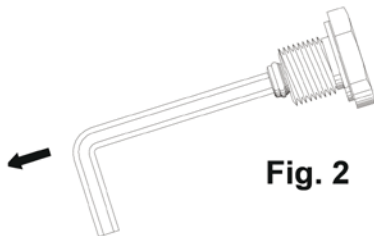

Fig. 2
2. Im Inneren des Rücklaufstopfens befindet sich die Bypass-Schraube (Fig.2). Nehmen Sie sie mit einem 4 mm Innensechskantschlüssel heraus.